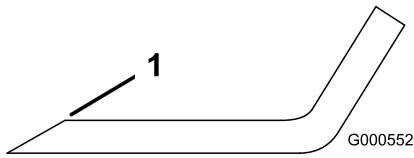
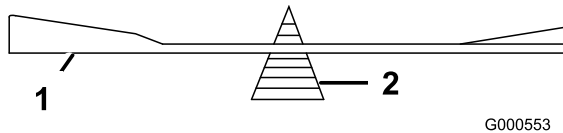

Bild 40
Bild 41
1. Schärfen Sie die Schnittkante an beiden Enden des Schnittmessers mit einer Feile (Bild 40). Behalten Sie den ursprünglichen Winkel bei.
2. Überprüfen Sie die Auswuchtung des Schnittmessers auf einer Ausgleichsmaschine (Bild 41). Wenn das Schnittmesser in seiner horizontalen Position bleibt, ist es ausgewuchtet und kann wiederverwendet werden. Feilen Sie, wenn das Schnittmesser nicht ausgewuchtet ist, vom Flügelbereich des Messers etwas Metall ab (Bild 40). Wiederholen Sie diesen Vorgang, bis das Messer ausgewuchtet ist.